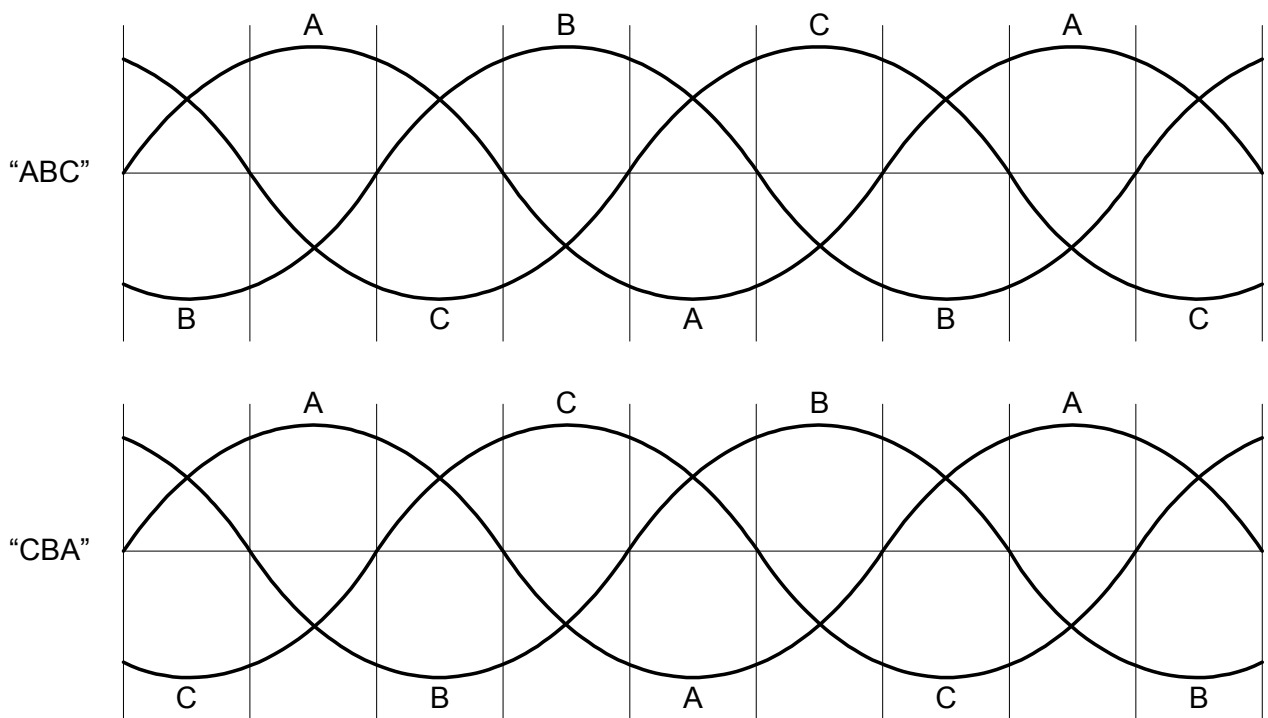

Рис. 7. Соответствие надписи на дисплее порядку чередования фаз.
- уровень заряда аккумуляторов, порядок чередования фаз и суммарная активная мощность по всем фазам. Соответствие надписи на дисплее порядку чередования фаз приведено на рис. 7;